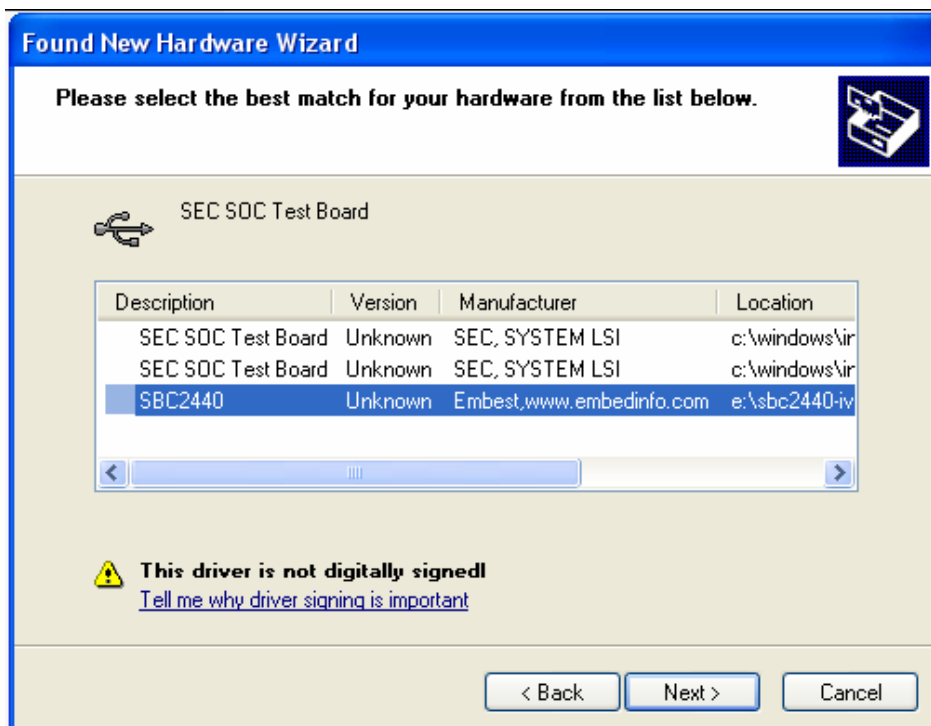

图 B.4 找到 SBC2440 设备
4. 选中 SBC2440，如图 B.4 所示，单击“Next”续。